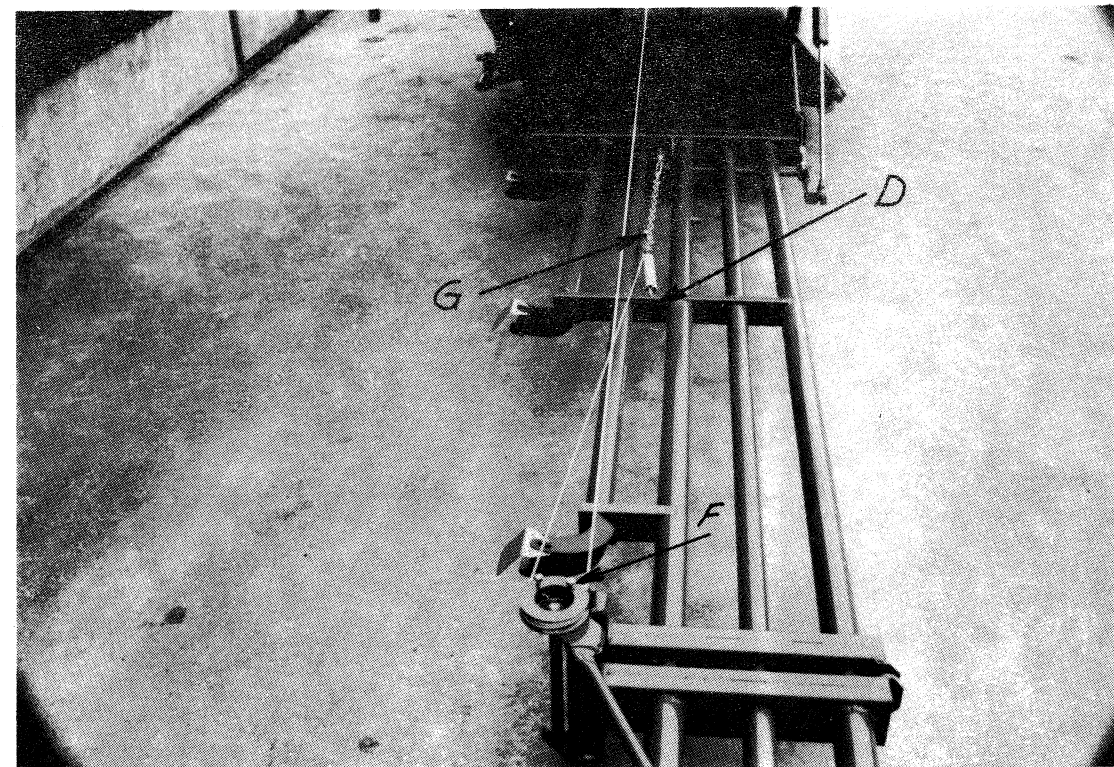

FIG. 3
4. När hydraulcylindern är fullt utdragen och vantskruven lång, fästes dragfjädern till kättingen så att fjädern har en viss förspänning. Fig 3.
5. Ytterbommens svängwire E bild 3, fästes till linhjulet vid punkt 5. Nämda wire föres bakom linhjulet och fästes till kättingen vid punkt 6 med hjälp av en schackel och wirelös.